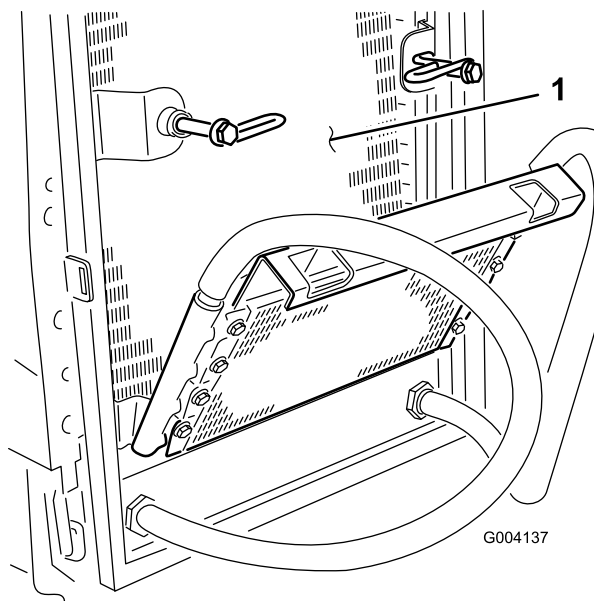

Figura 81
6. Pulite accuratamente entrambi i lati del radiatore dell'olio e del radiatore utilizzando aria compressa (Figura 81).